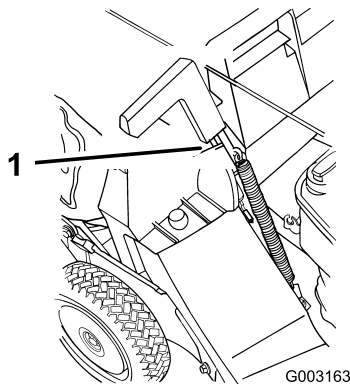

Figure 19
5. Tirez la poignée du volet d'éjection vers l'avant pour dégager le goujon de l'arrêt, puis repoussez la poignée vers l'arrière pour bloquer le goujon dans l'encoche du bac (Figure 19).